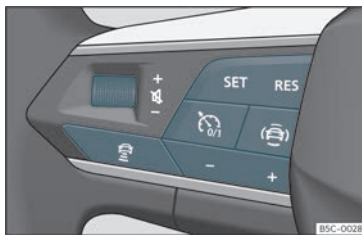

Fig. 151 No volante multifunción: botóns para manexar o ACC
O seu vehículo dispón de ACC se conta cun menú de configuración no sistema de Infotainment»» pág. 91, e se tes os botóns propios da función ACC no volante multifunción »» fig. 151.
- Para comezar a regulación, prema o botón **SET** >>> **fig. 151**.
Para programar a velocidade prema os botóns **+** ou **-** >>> **fig. 151** ata a velocidade desexada. O axuste de velocidade realízase en intervalos de 10 km/h (5 mph).
- Prema o botón  e, a continuación, o botón + ou ->>> **fig. 151**.